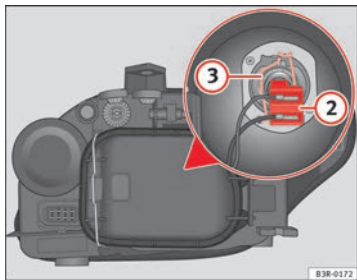

Abb. 199 Abblendlicht
- Ziehen Sie am Stecker ⇒ Abb. 199 ② und nehmen Sie diesen so von der Lampe ab.
- Die Haltefeder ⇒ Abb. 199 ③ durch Eindrücken und Rechtsdrehung abnehmen.